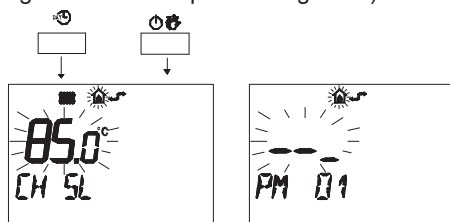

Fig. 5.49
- Pulse simultáneamente los botones y para entrar en la modalidad de programación transparente Fig. 5.49).